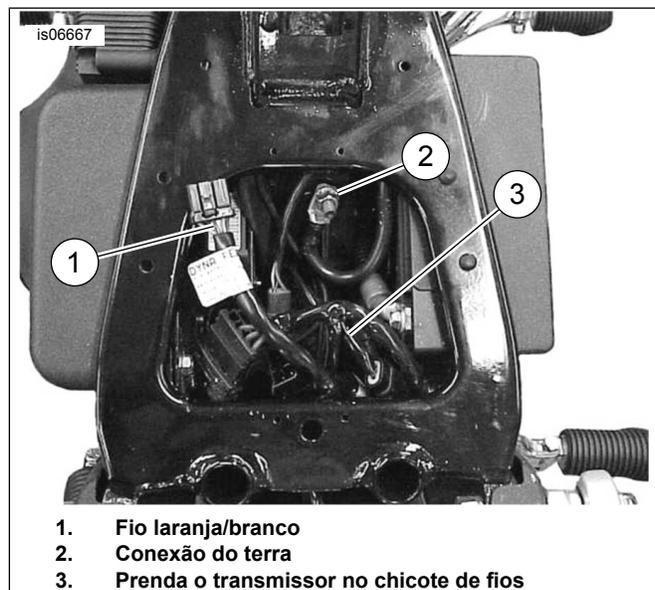

Figura 3. Montagem do transmissor (Dyna)
2. Veja Figura 3 . Use abraçadeiras para fixar o transmissor no chicote de fios (3) Dyna, localizado sob o assento e próximo do compartimento da bateria. Passe os fios do transmissor para frente pelo lado direito do quadro.